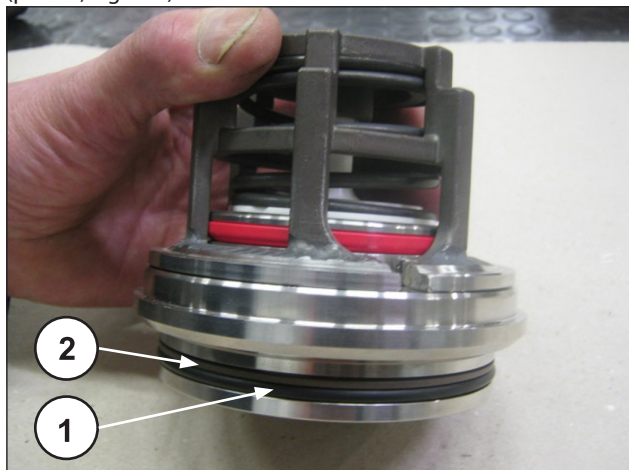

Fig. 184
Montare O-ring (pos. ①, Fig. 184) e anello antiestrusione (pos. ②, Fig. 184) sulla sede valvola di mandata.